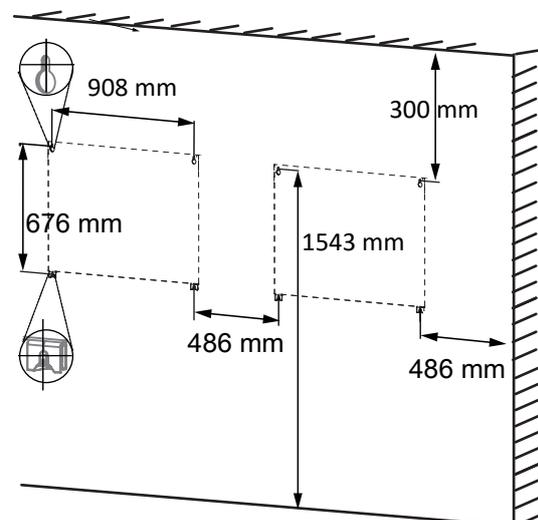

Abb. 19: Mindestabstände für Wandmontage
- Mindestabstände bei der Montage: [Siehe Abbildung 19 [► Seite 18]
3. Gegebenenfalls Lage und Höhe gemäß [Siehe Abbildung 19 ▶ Seite 18] ausrichten sowie Faltblatt glattstreichen um das Lochbild exakt einzuhalten. (Toleranz: 1mm!)
2. Ohne Bohrschablone: Aufhängeposition nach den angegebenen Abständen exakt (+/- 1mm) an der Wandfläche markieren. [Siehe Abbildung 19 [▶ Seite 18]]